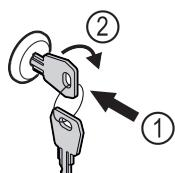

Fig. 87 Зображення для прикладу
- Вдавити ключ Fig. 87 (1).
- Повернути ключ на 90° за годинниковою стрілкою Fig. 87 (2).